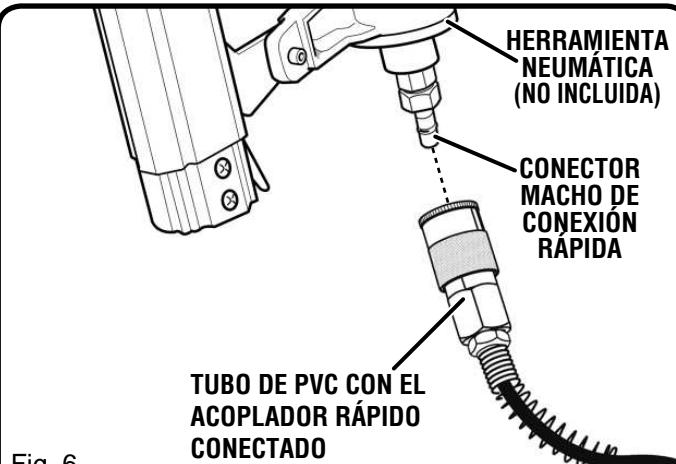

Fig. 6
- Conecte herramientas neumáticas a la manguera del aire introduciendo el conector macho de conexión rápida al racor rápido que hay en el extremo de la manguera (consulte la Fig. 6).